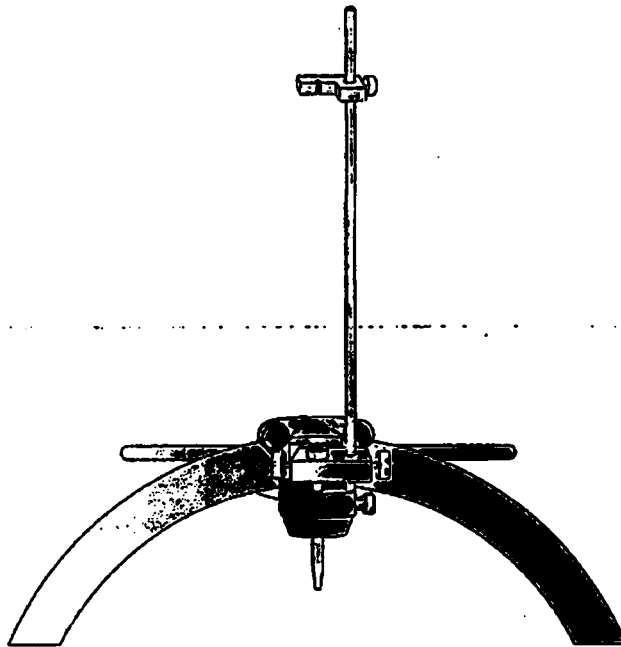

Figura 2. Fije el soporte del electrodo al marco.
7. Fije el conjunto del soporte del electrodo desde el kit de marco al marco estereotáctico, situando el tubo guía o el colimador de manera que su extremo distal esté a una distancia de entre 1,25 y 2,5 cm del cráneo (Figura 2).